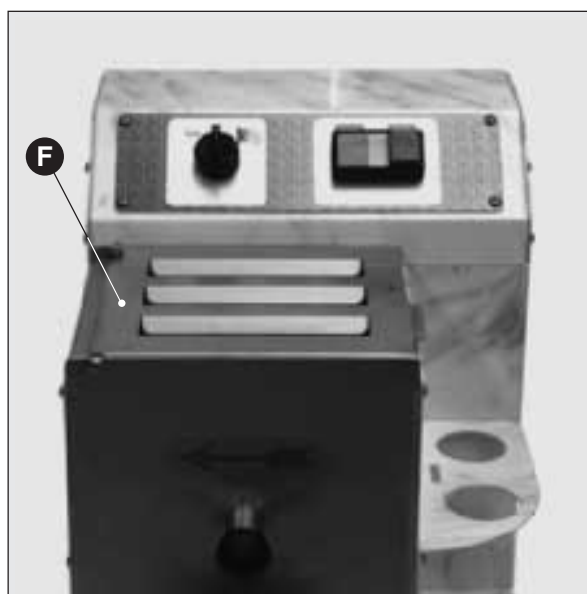

Fig. 12
N.B.: Tout actionnement est commandé volontairement par l'intermédiaire du bouton-poussoir de démarrage, quand le capot de protection de la cuve est renfermé (Fig. 12 **F**).